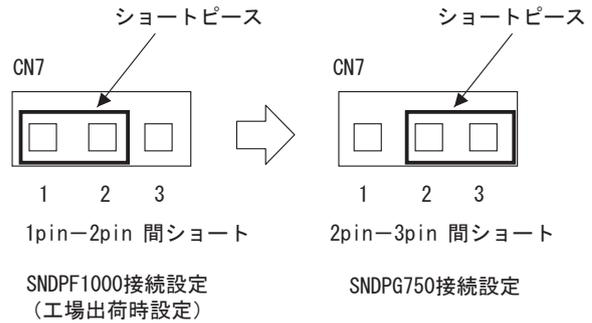

図4.2 ENA端子接続設定
■工場出荷時にはSNDPFシリーズとの接続用設定（CN7のショートピース1-2側）となっております。SNDPGシリーズとの接続を行う場合は、CN7のショートピースを2-3側へ切り替えてください（図4.2）。